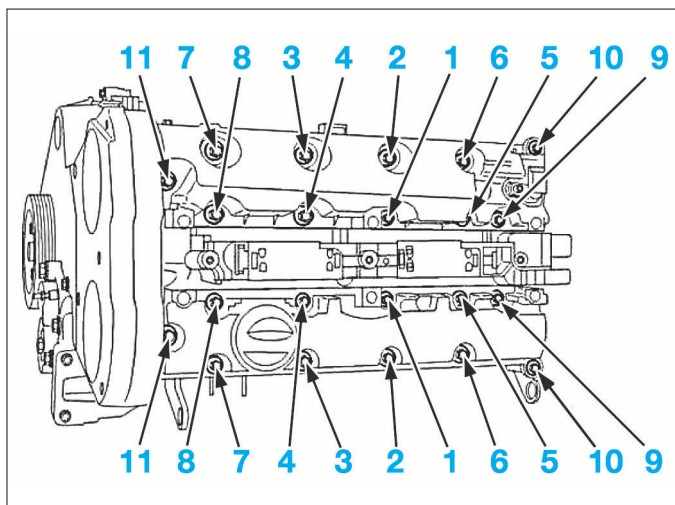

FIG. 50
- Reposer les couvre-culasses et serrer les vis en respectant l'ordre et le couple de serrage prescrit (Fig.50).